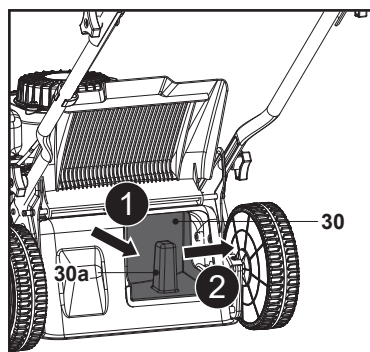

Fig. 16
2. Appuyer sur la poignée de l'obturbateur mulching (30a) et libérer le verrou (30b) de l'encoche de la goulotte d'éjection arrière (28a), puis retirer l'obturbateur mulching (30) (Fig. 16).